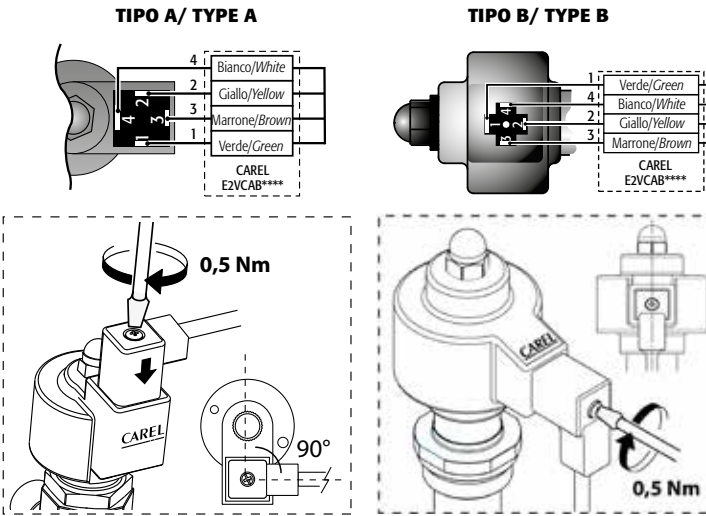

Fig. 3
- Collegare il connettore già cablato al motore passo passo nel relativo alloggiamento e serrare la vite con una coppia di 0,5 Nm seguendo le indicazioni in Fig. 3. Collegare a questo punto l'estremità quadrupolare del cavo nei relativi morsetti del Driver CAREL EVD*** o relativo controllo omologato CAREL ed impostare i parametri secondo il set riportato nella tabella sottostante.
- connect the pre-wired connector to the socket on the stepper motor and tighten the screw, applying a force of 0.5Nm, following the indications in Fig. 3. Then connect the four-pin end of the cable to the corresponding terminals on the CAREL EVD*** driver or other approved CAREL controller, and set the parameters as shown in the table below.